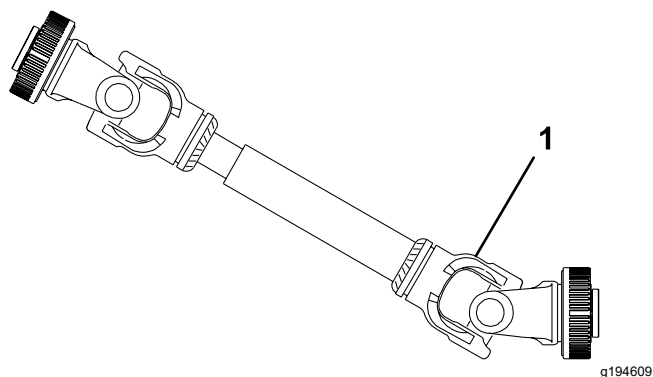

Рисунок 25
**Внимание:** При подсоединении ВОМ следите, чтобы машина не поднималась выше, чем необходимо. Слишком высокий подъем машины приведет к поломке шарниров карданного вала ВОМ (Рисунок 25). Механизм отбора мощности может работать при угле подъема до 25°, но когда машина находится в самом верхнем положении, угол не должен превышать 35°, иначе вал механизма может получить серьезное повреждение.